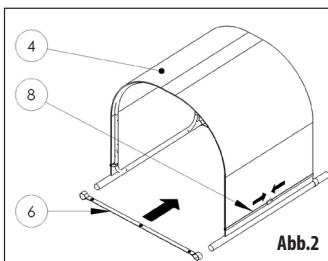
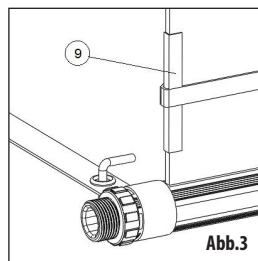

Abb.2
Abb.3
2) Solarmodul auf den Rahmen bringen und an Enden der Rohren Befestigungsriemen (6) anstecken
(ABB. 2). Zur Sicherung des Moduls dienen Riemen mit Klemmen (8) installiert am Rahmen. An Stelle des Übergangs über die Kante des Moduls verwenden Sie Kantenschutz, um die Kante des Moduls vor Schäden zu schützen (ABB. 3).